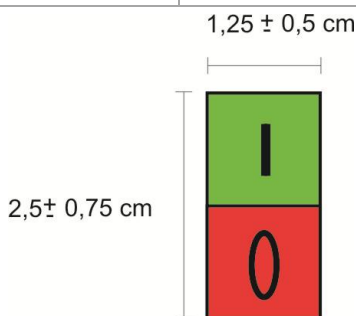

Figura 13- Chave Liga/Desliga
33.21.3. A chave Liga/Desliga deverá possuir formato, dimensões, cores e inscrições conforme Figura 13;
33.21.4. Será permitido o uso de serigrafia para composição das cores definidas na Figura 13, desde que esta seja resistente ao uso, durante o tempo de utilização da urna;